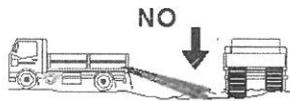

Fig. 5
- Verificar que los apoyos de las rampas estén sobre el mismo nivel en la superficie, de tal forma que se encuentren paralelos y a la misma altura (**Fig. 5**)